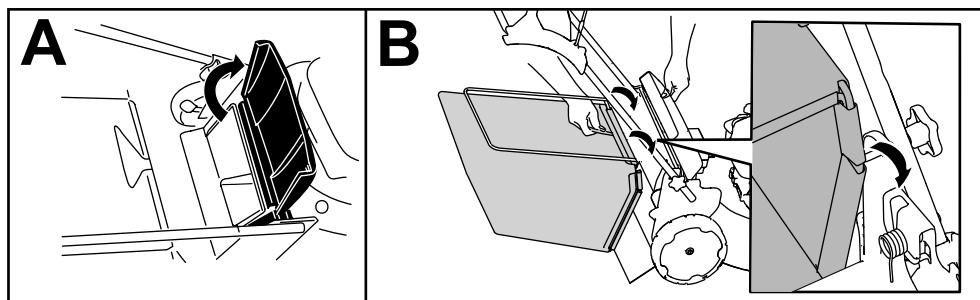

Рисунок 20
- Поднимите и удерживайте в поднятом положении задний отражатель (вид А на Рисунок 20).
- Установите травосборник, при этом убедитесь в том, что стержни травосборника вошли в пазы на кронштейне рукоятки (вид В на Рисунок 20).